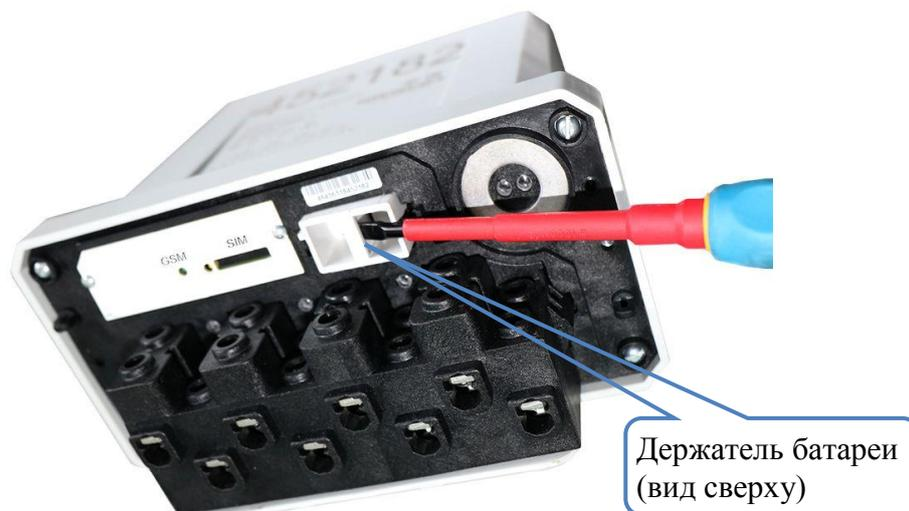

Рисунок 14.3 – Замена батареи в счетчике для наружной установки
14.1.7 Для установки или замены батареи счетчика для наружной установки отвернуть пломбирочные винты, удерживающие крышку зажимов, и снять ее. Извлечь держатель батареи (рисунок 14.3), используя отвертку с прямым шлицем как рычаг. Удалить старую (при наличии) и установить новую батарею в держатель, соблюдая полярность согласно маркировке на корпусе держателя (рисунок 14.2). Установить держатель с батареей в батарейный отсек. Установить крышку зажимов и зафиксировать ее винтами.